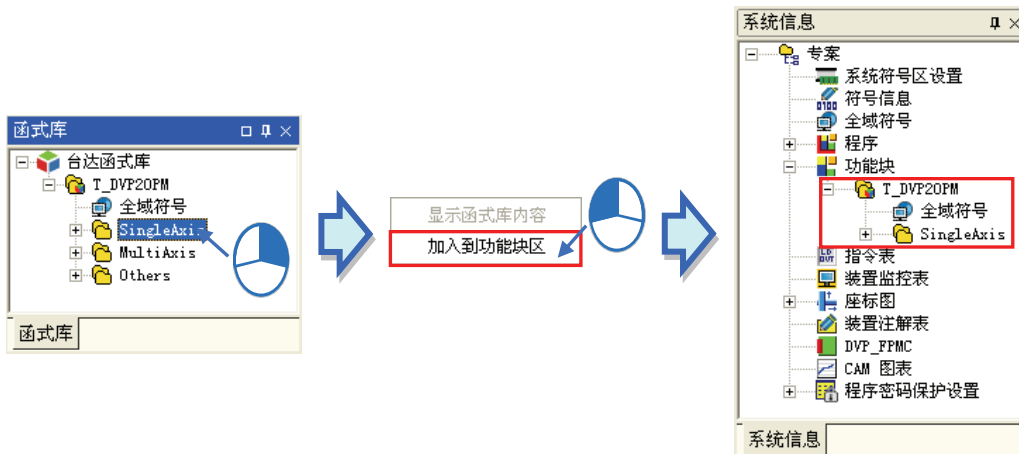

图 13-20 加入到功能区
- (2) 接着在函式库区需要引用的项目上，点击鼠标右键，于快捷选单选择「加入到功能区」，便会将此项目引用到系统信息区的功能块项目下。如图 13-20。